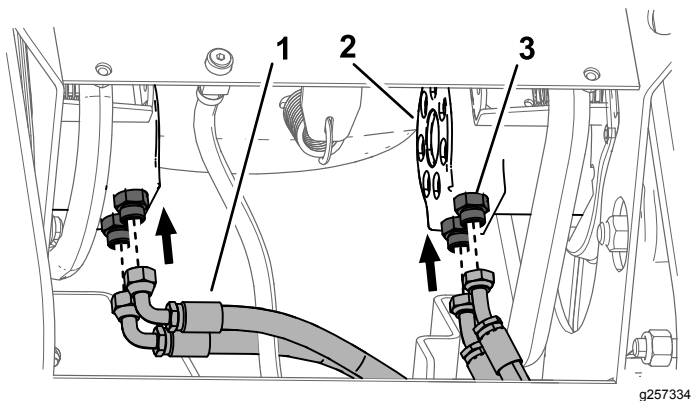

Figura 12
7. Montate i raccordi idraulici sui nuovi motori dei cingoli (Figura 12). Serrateli a una coppia compresa tra 136 e 163 N·m.